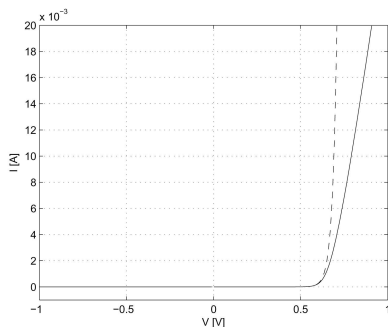
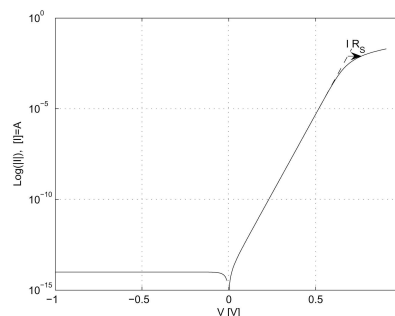

Fig.4
Fig.5
In questo caso il grafico I-V si discosta dal precedente a correnti elevate, quando la caduta resistiva $I R_S$ diventa confrontabile con la tensione ai capi della giunzione pn. I grafici in scala lineare e in scala semilogaritmica sono riportati nella Fig.4 e nella Fig.5 rispettivamente.
- 3) Supponendo che il legame I-V per il diodo sia dato dalla (1), estrarre dalle misure effettuate il parametro I_S (la (1) vale per I piccola, quando nella (2) $I R_S \ll V$).
- 4) Usando il valore di I_S ottenuto precedentemente, estrarre dalle misure il valore della resistenza serie R_S , supponendo che il legame I-V per il diodo sia dato dalla (2) (v. Fig.4).
- iii) di $\text{Log}(|I|)$, con I data dalla (1), in funzione di V in scala lineare usando il valore di I_S trovato al punto 3), e confrontarlo con il grafico ii).
- iv) di $\text{Log}(|I|)$, con I data dalla (2), in funzione di V in scala lineare usando il valore di I_S trovato al punto 3) e il valore di R_S ottenuto al punto 4), e confrontarlo con il grafico ii). E' conveniente risolvere la (2) rispetto a V , imponendo i valori di corrente, e disegnare poi $\text{Log}(|I|)$ in funzione di V .